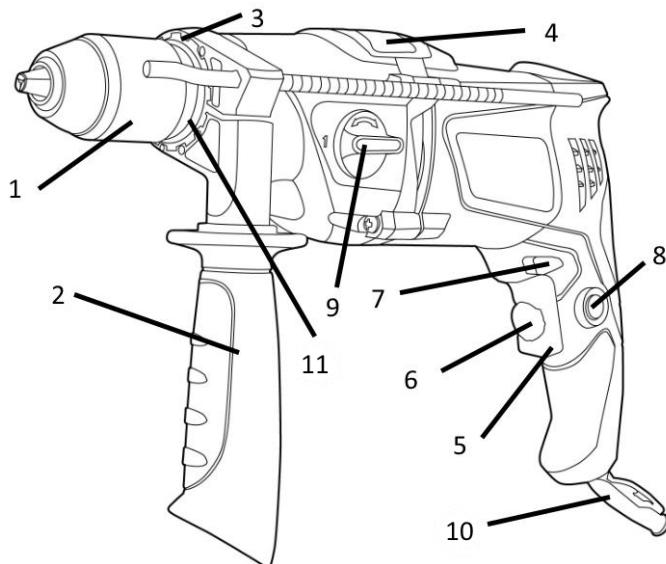

Рисунок 1
Виріб має два режими свердління: ударно-обертальний і обертальний. Перемикання режимів роботи виробу здійснюється переведенням перемикача (4) (див. рис.1) У крайні позиції до відповідного символу режиму роботи:
- ударно-обертальний режим - перемикач (4) повинен бути переведеним до упору у бік символу
- обертальний режим - перемикач (4) повинен бути переведеним до упору у бік символу
**4.2** Виберіть необхідний режим роботи виробу за допомогою перемикача (4) (див. рисунок 1). Перемикання режимів роботи виробу здійснюється переведенням перемикача (4) з одного крайнього положення в інше, в бік відповідного символу режиму роботи:
- ударно-обертальний режим - перемикач (4) повинен бути переведеним до упору у бік символу **T**;
- обертальний режим - перемикач (4) повинен бути переведеним до упору у бік символу **¶**.